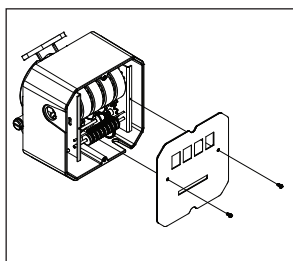

Figura 1
2. Remova os dois parafusos que prendem a placa no lugar e remova a placa. (Figura 1)